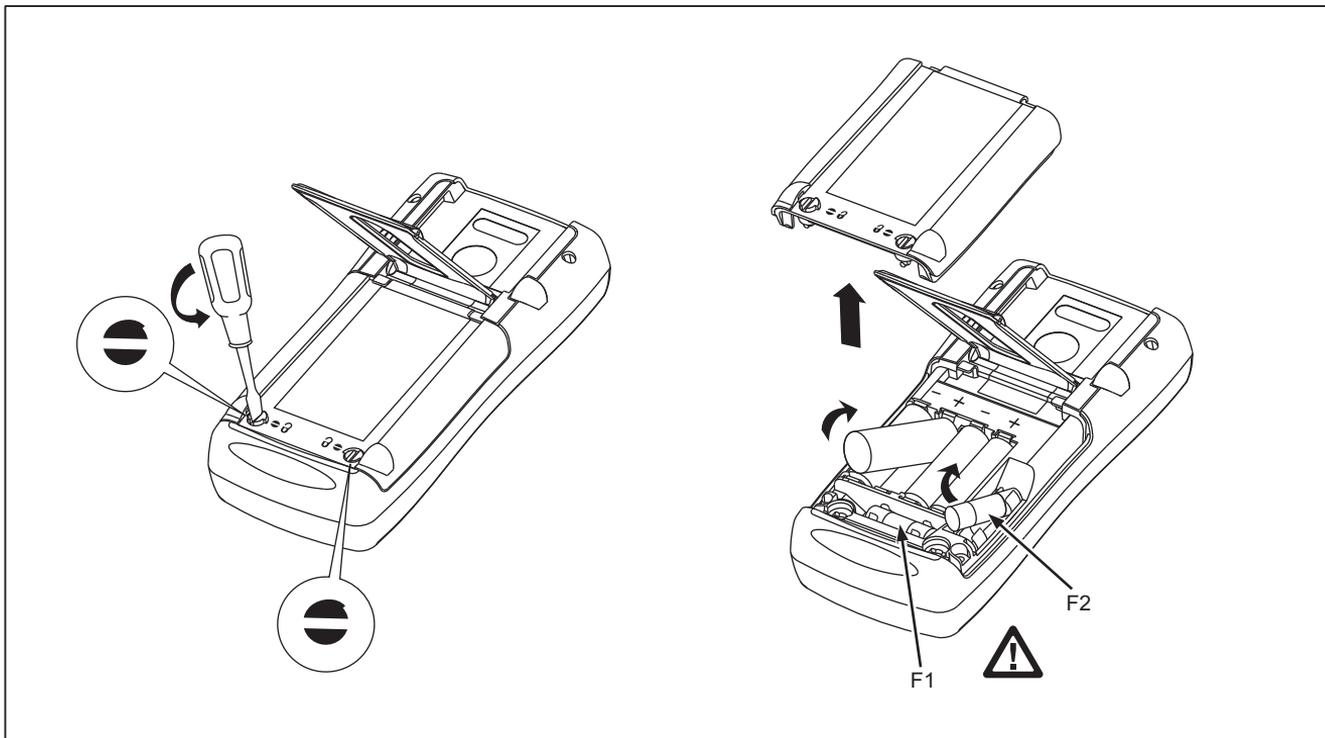

Figure 5. Remplacement des piles et des fusibles
1. Eteignez l'appareil et retirez les cordons de mesure. Voir la figure 5.